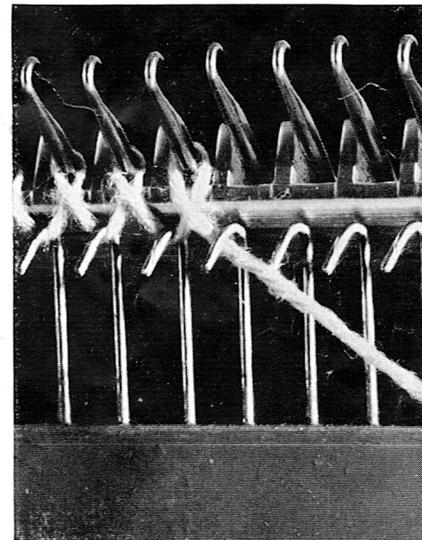

Fig. 14
**I. Geschlossener Anschlag.** Schlitten rechts. Die Nadeln werden OB geschoben (alle Zungen geöffnet). Der Anschlagkamm wird mit der linken Hand unterhalb der Nadeln gehalten. Der Faden, am linken Bolzen befestigt, wird um den Nadelhaken gelegt, von dort unter dem nächsten Kammmhaken durch und wieder um die nächste Nadel, Fig. 14. Die Wolle kreuzt sich unter der Nadel. Für die erste Strickreihe wird der Faden von Hand in die Nadelhaken gelegt und die Nadeln zurückgeschoben, bis sich die Zungen schliessen. Strickartregler auf 0 stellen und mit dem Schlitten durchfahren. Einfädeln. Strickartregler auf N. Den Abstreifer (43) anschrauben. Hiefür die Schraube lösen, den Schraubenhals in die Kerbe (17) in der Mitte unter dem Schlittengriff einführen und Schraube anziehen.
**II. Handanschlag.** Man nennt ihn so, weil er handarbeitsgleich ist. Schlitten rechts. Strickartregler auf 0, Maschenregler auf 8. Die Nadeln OB stellen. Der Faden wird am linken Bolzen befestigt, und jede Nadel wird mit dem Faden locker umwickelt, wie Fig. 14, jedoch ohne Anschlagkamm. Für die erste Reihe wird der Faden von Hand eingelegt.